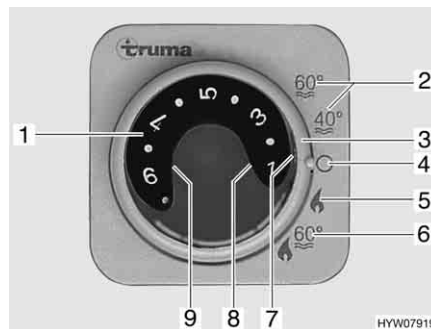

Fig. 144 Unité de commande pour chauffage/chauffe-eau
- Régler le mode de régime à l'aide de l'interrupteur tournant (Fig. 144,3).
Le chauffage règle le degré d'allumage automatiquement en fonction de la température ambiante requise. Une fois que la température ambiante désirée est atteinte, le brûleur s'éteint. En mode "Chauffage et chauffe-eau" (Fig. 144,6) l'eau est également chauffée dans le chauffe-eau. Il est possible de faire fonctionner le chauffage en mode "Chauffage sans chauffe-eau" (Fig. 144,5) et le chauffe-eau vide.
- Régler le bouton tournant de température (Fig. 144,1) de l'unité de commande sur la température de chauffage désirée.
- Régler l'interrupteur tournant (Fig. 144,3) en régime hiver "Chauffage sans chauffe-eau" (Fig. 144,5) ou en régime hiver "Chauffage et chauffe-eau" (Fig. 144,6).
Le voyant de contrôle vert (Fig. 144,7) s'allume.
- Régler l'interrupteur tournant (Fig. 144,3) sur "O" (Fig. 144,4).
La combinaison régime au gaz et régime électrique 230 V permet de raccourcir la période de chauffage (uniquement possible lorsque le chauffage sur l'unité de commande (Fig. 144) est réglé sur régime hiver).